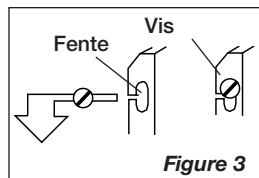

Figure 3
- Mount Fan in window by engaging Slots with installed Wood Screws on inside edge of trim. Lower Fan onto 4 Screws until it rests on window sill or sash moulding. (Figure 3)
4. Montez le ventilateur dans la fenêtre en engageant les fentes avec les vis à bois installées sur le rebord intérieur de la boiserie. Abaissez le ventilateur sur les 4 vis jusqu'à ce qu'il repose sur le moulage d'appui ou de la guillotine. (Figure 3)